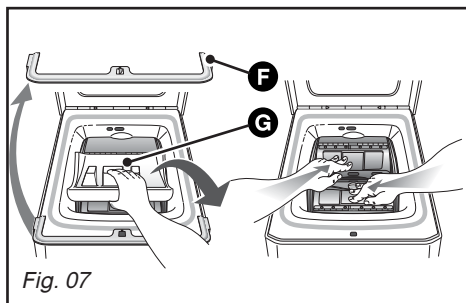

Fig. 07
– Retirez la cale d'immobilisation de l'ensemble tambour-cuve (Fig. 07).